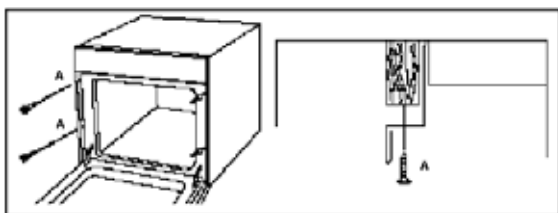

Abbildung 4
- ❖ Öffnen Sie die Tür und sichern Sie den Backofen an den Küchenschrank mit vier Holzschrauben, welche in die Löcher passen, die an beiden Seiten des Ofenrahmens vorhanden sind (A). (siehe Abbildung 4)